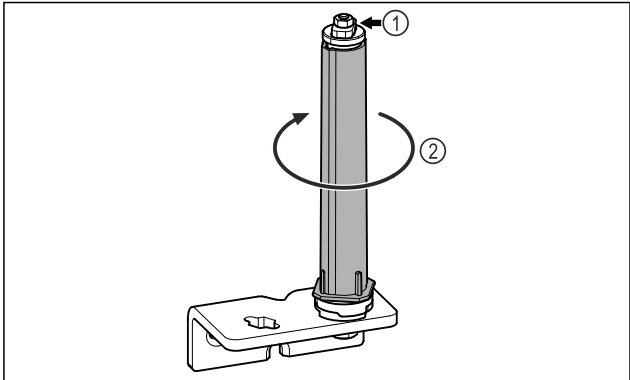

Fig. 23
- 请勿拆解关门系统 Fig. 23 (1)。
- 转动关门系统 Fig. 23 (2)，直至听到咔嚓声。